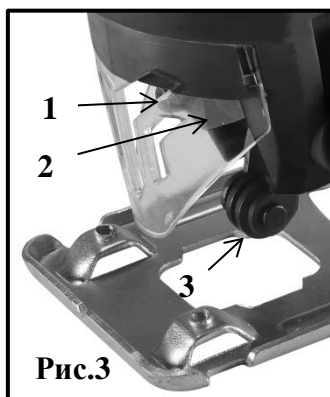

Рис.3
5.2. Установка пилки (рис. 3).
2. Используя шестигранный ключ, отверните два болта(1) с шестигранными головками зажима пилки(2) рис.3.